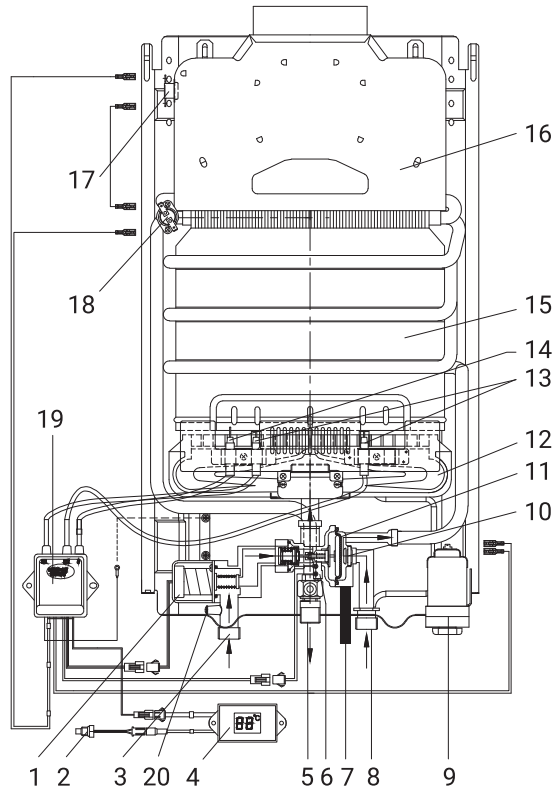

Рис. 7.
- открутите сливную заглушку (7 на схеме устройства, рис. 7), для того, чтобы из водонагревателя вылилась вся вода;